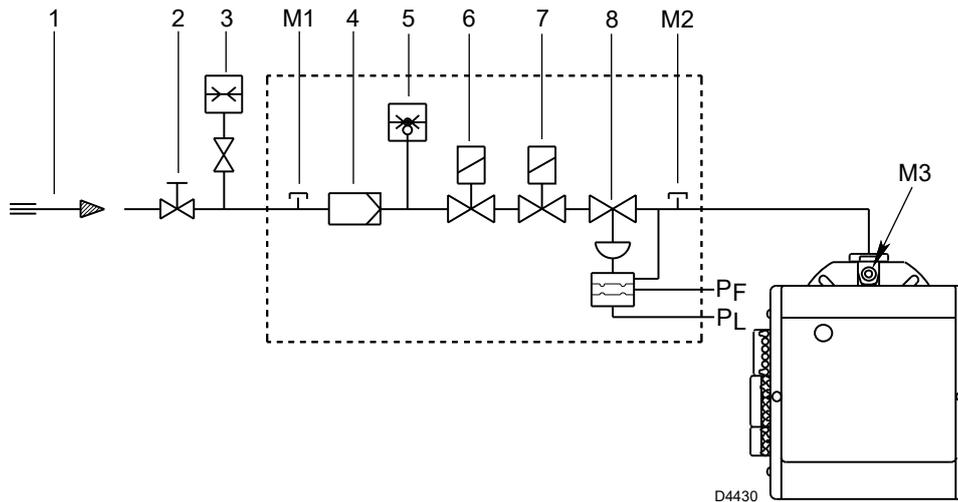

Abb. 14
Zeichenerklärung (Abb. 14)
Gasdruck, gemessen am Anschluss M3)(Abb. 14) unter folgenden Bedingungen:
- vom Gasdruck am Anschluss M3)(Abb. 14) den Druck in der Brennkammer abziehen.
Gasdruck am Anschluss M3)(Abb. 14) = 10 mbar
Um stattdessen den am Anschluss M3)(Abb. 14) notwendigen Gasdruck zu ermitteln, nachdem die höchste Modulationsleistung festgelegt wurde, bei der der Brenner arbeiten soll:
- Rechts, in Spalte 1, den Druck am Anschluss M3)(Abb. 14) ablesen.